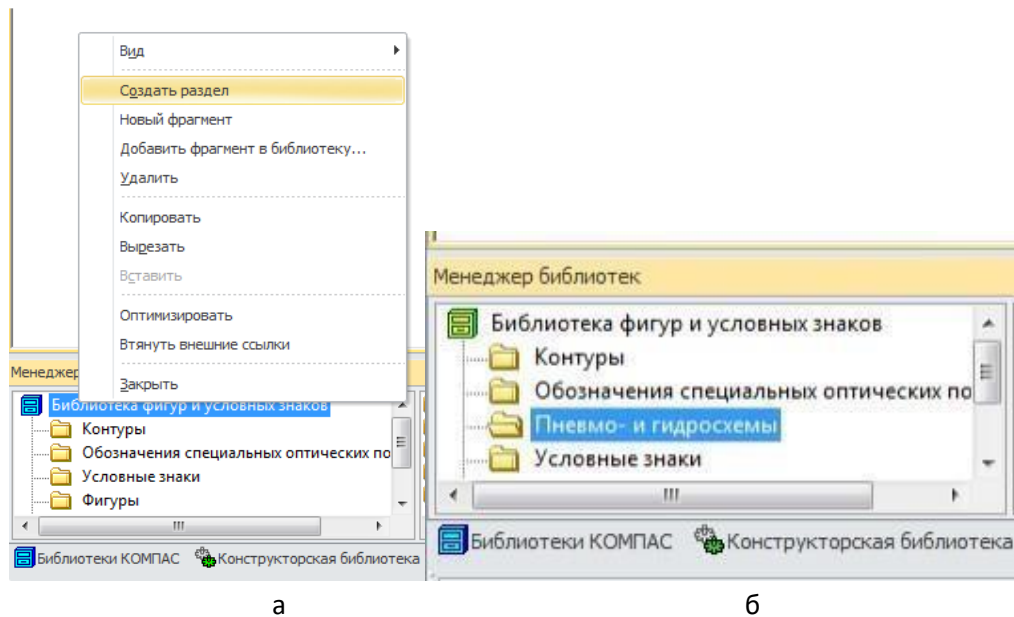

Рисунок 1 – Створення нової секції в бібліотеці
- скористатися командою *Створити розділ*, що викликається з контекстного меню, як показано рис. 1 а;
- Вказати ім'я створюваного розділу (рисунок 1 б)